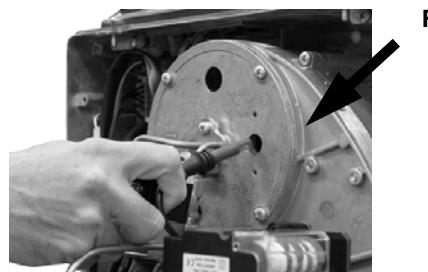

Рис. 50
- Вынуть фоторезистор **FR** с его гнезда (Рис. 50).
Вынуть головку сгорания с гнезда, как указано на Рис. 50